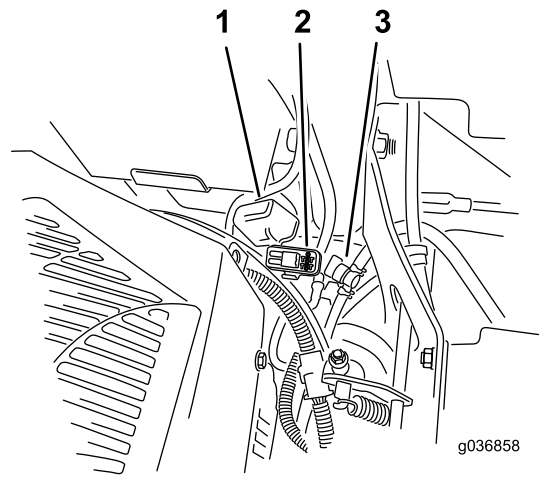

Figura 54
Nota: En máquinas MyRide, asegúrese de que el cable de tierra no roza contra el brazo arrastrado ni contra el soporte inferior del amortiguador (Figura 54).
Los fusibles están situados en la consola de la derecha, junto al asiento (Figura 54).
2. Instale un fusible nuevo (Figura 54).